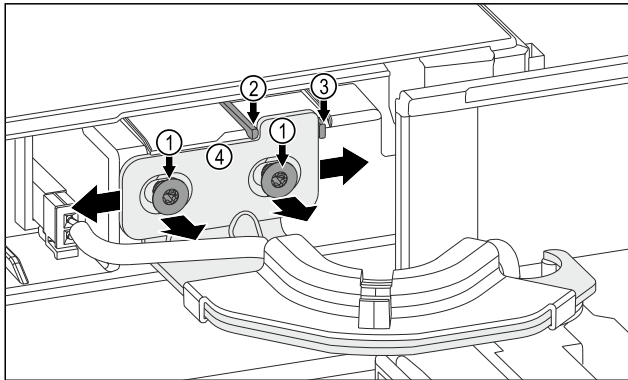

Fig. 12
- ▶ 松开两个螺栓 Fig. 12 (1)。
- ▶ 朝右移动门：移除安全卡扣 Fig. 12 (3)。
- ▶ 朝左移动门：移除安全卡扣 Fig. 12 (2)。
- ▶ 已到达末端位置：拧紧两个螺栓 Fig. 12 (1)。